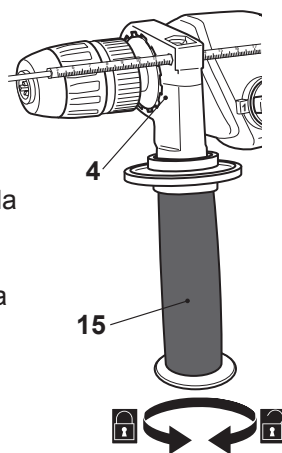

Fig.5
- > Regule a pega adicional (15) para a posição desejada para que possa segurar a ferramenta em segurança durante a sua utilização. Certifique-se de que a ranhura da pega adicional (15) está encaixada com a trava da banda de fixação (4).
- > Gire o cabo da pega (15a) para a esquerda para apertar a banda de fixação (Fig. 5).